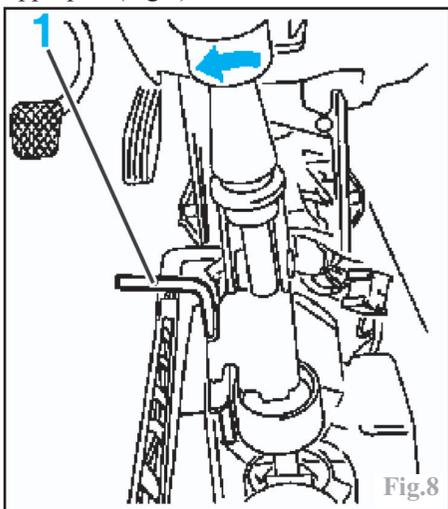

Fig.8
Incliner le levier de vitesses vers la gauche et le bloquer à l'aide de l'outil (1) Opel KM-527-A ou d'une pige de diamètre approprié (Fig.8).